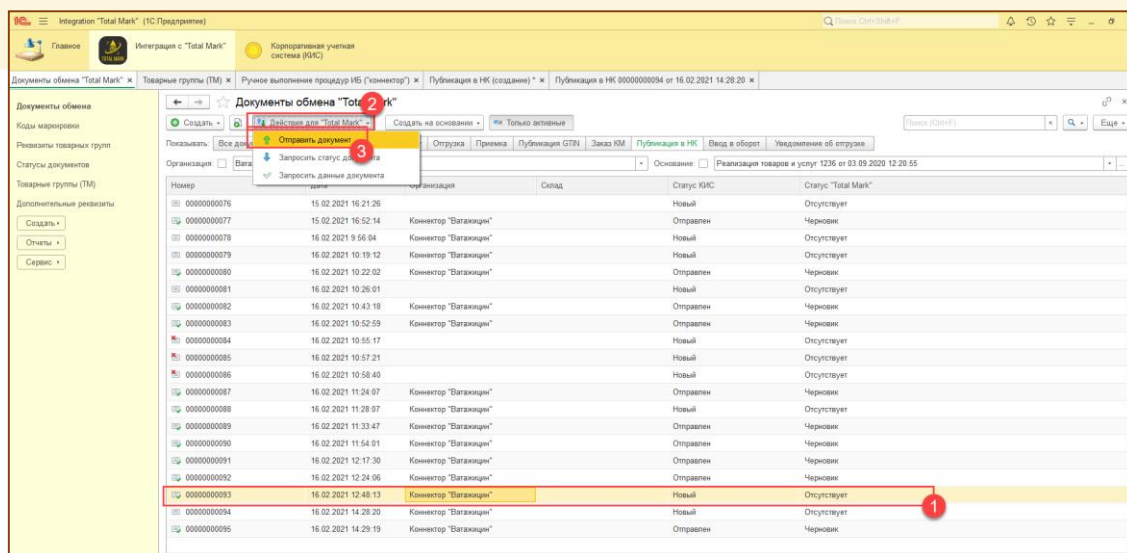
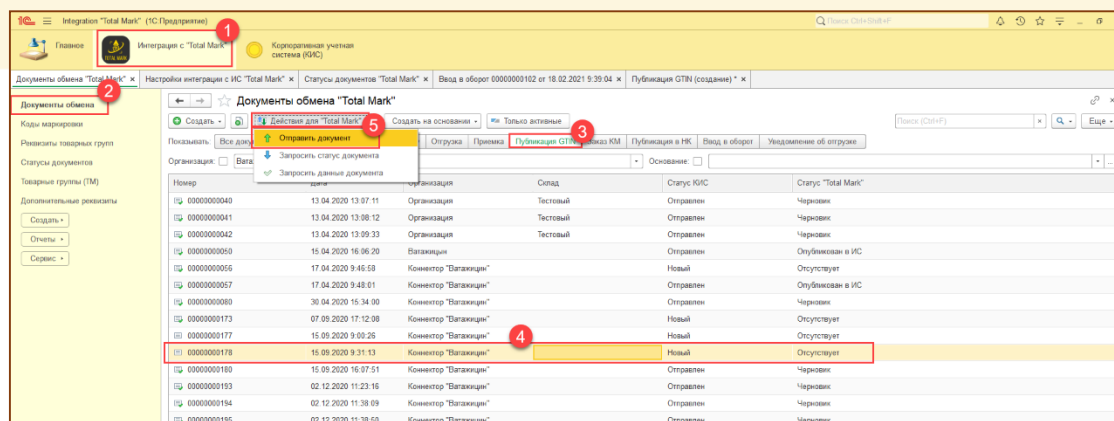

Рис. 5-6 - Публикация в НК
Рис. 6-5 - Публикация GTIN
- Затем, перейдя в список публикаций, выбрать созданный документ, нажать «Действия»/ «Отправить документ» (Рис. 5-6). После этого статус публикации изменится на «Отправлен» и документ отобразится в Total Mark;
- 5) Затем, перейдя в список публикаций, выбрать созданный документ, нажать «Действия»/ «Отправить документ» (Рис. 6-5Рис. 5-6). После этого статус публикации изменится на «Отправлен» и документ отобразится в Total Mark;